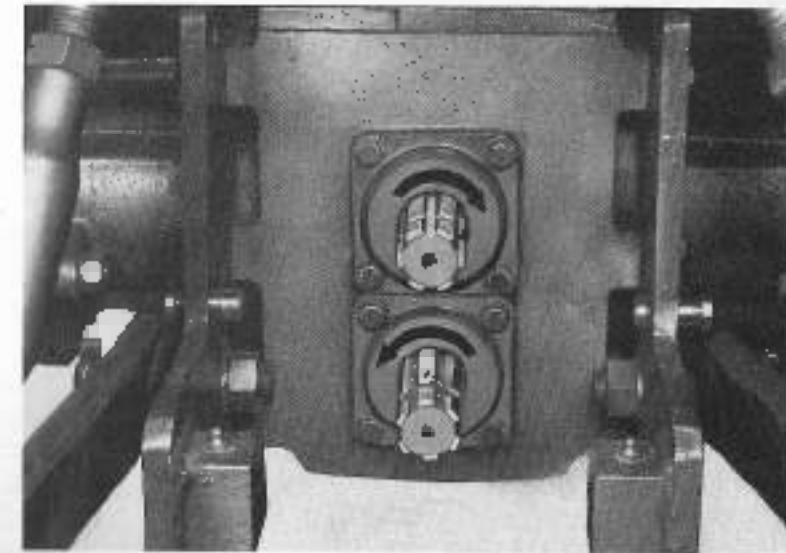

Fig. 39
3. El sentido de giro de la t.d.f. normal (1, Fig. 39) visto desde atrás, es en sentido **CONTRARIO** al de las agujas del reloj.
**NOTA.**— La t.d.f. (2, Fig. 39) es opcional y gira en el sentido de las agujas del reloj, visto desde atrás; se utilizará para trabajos ligeros y no es apropiada para aperos pesados.